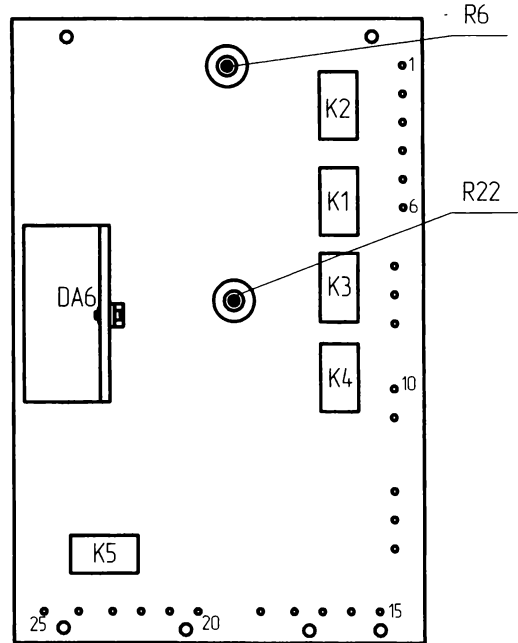

Рис. 32. Плата автомата перехода
**Контроль и регулировка временных задержек в автомате перехода.** Контроль времени задержки поднятия заслонки после включения привода и времени от прохождения метки конца фильма до падения заслонки производят секундомером без включения ксеноновой лампы при отсутствии кинофильма в лентопротяжном тракте. Включив тумблер «БДО» на вспомогательной панели управления, надо подготовить к запуску секундомер, нажать на кнопку «Авт. пуск» одновременно с запуском секундомера и отметить на секундомере момент поднятия световой заслонки. С момента запуска проектора до поднятия заслонки должно пройти  $7 \pm 0,5$  с. Регулировать время задержки можно при помощи подстроечного резистора R6 на плате A11 (рис. 32). Вращение регулировочной оси резистора по часовой стрелке соответствует увеличению времени задержки. Процесс регулирования производится в несколько шагов, измерения времени повторяются. Затем надо подготовить секундомер к следующему запуску, запустить привод лентопротяжного тракта и не позже, чем через 5 сек после этого, нажать кнопку «Рп» (имитация прохождения метки перехода кинопроектора в режим конца сеанса). Через несколько секунд следует вторично нажать кнопку «Рп» (моделирование прохождения метки окончания фильма) одновременно с запуском секундомера и отметить се-